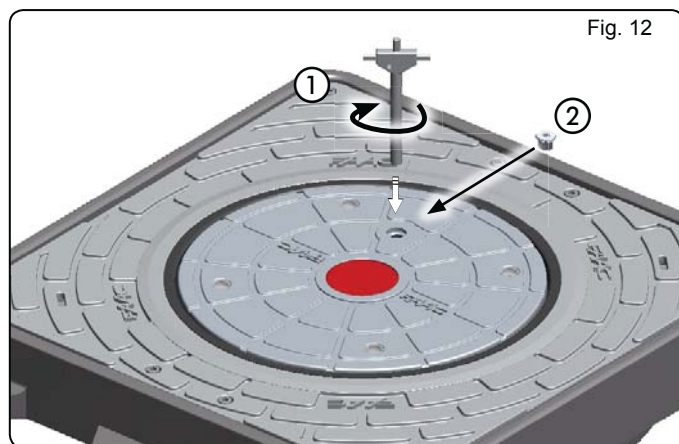

Fig. 12
2. Girar em sentido horário até atingir o batente mecânico (Fig. 12, referência ①).
3. Aparafusar novamente o parafuso de fechamento situado na parte superior do dissuasor (Fig. 12, referência ②).